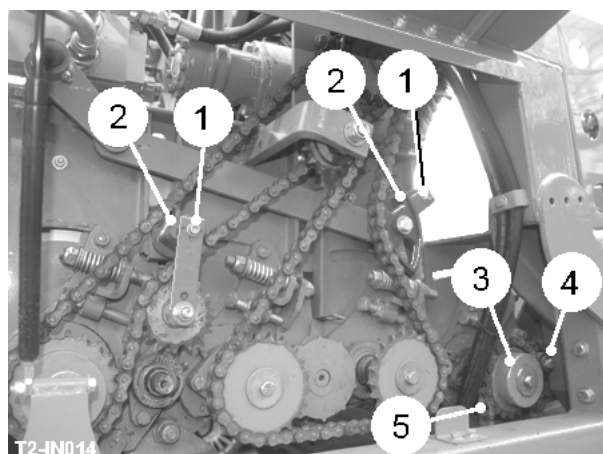

Fig 17
La tension de la chaîne de la promenade peut être mise en diffusant le verrou (item 1, fig 17), en tournant l'installation du tensioner (item 2, fig 17).
L'unité du transfert de l'Oméga nourrit la récolte sur les tissus du propageur ou tissu du transfert (selon spécification de la machine). L'unité consiste en une ligne de manuscrits du polyurethane (item 3, fig 17) et une motte de l'acier rouleau (item 4, fig 17). La vitesse de l'unité est mise en phase terminale du service. La motte la hauteur du rouleau devrait être configurée pour donner la meilleure alimentation sur le tissu suivant. La chaîne de la promenade (item 5, fig 17) est ajustée en diffusant le moteur monter des verrous et tourner le moteur dans la fente de l'installation.